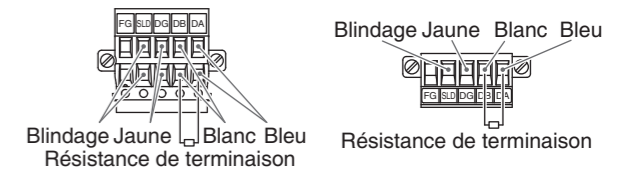

Figure 3
- (3) La résistance de terminaison devant être connectée au réseau CC-Link dépend du type de câbles utilisé. Reportez-vous au tableau ci-dessous Figure 3)